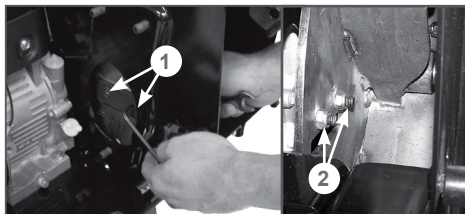

Рис. 21 Снятие ножей измельчителя
- Ключом шестигранным 5 мм и ключом рожковым 13 мм (не входят в комплект поставки) открутите два болта 1 и две гайки 2 крепления ножа и снимите нож (Рис. 21).